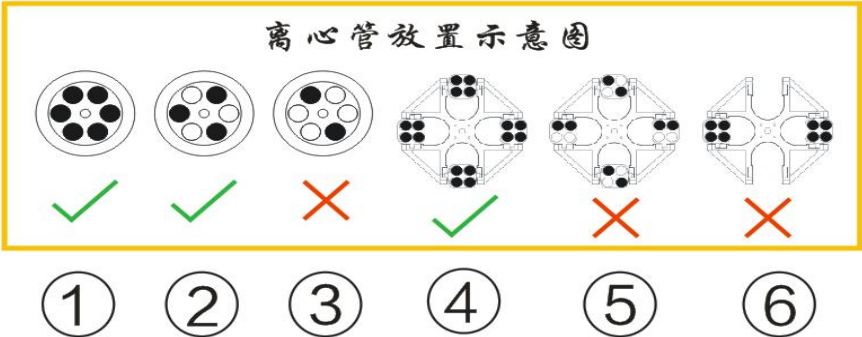

图 1—到图 3 为角转子的示意图，图 4—到图 6 为水平转子的示意图
- (1) 图 1 是正常的 6 孔离心管放满转子的状态，转子正常的 6 点平衡受力；